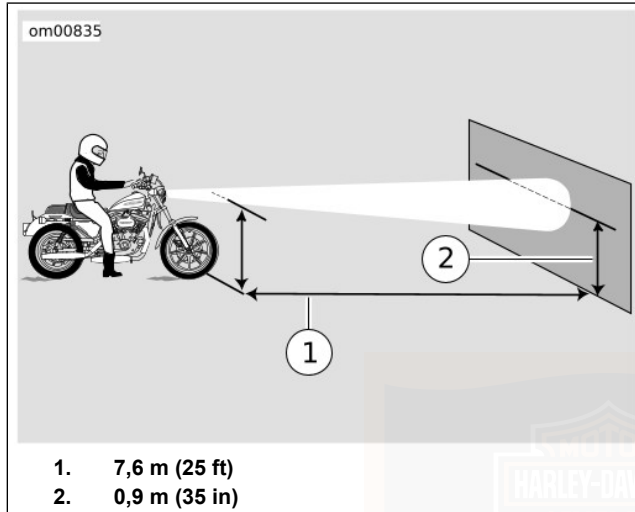

Abbildung 40. Scheinwerferausrichtung: Sportster-Modelle
3. Siehe Abbildung 40. Das Motorrad 7,62 m (25 ft) von einer Leinwand oder Wand stellen. Den Abstand von unmittelbar unterhalb der Vorderachse zur Unterseite der Leinwand/Mauer messen.